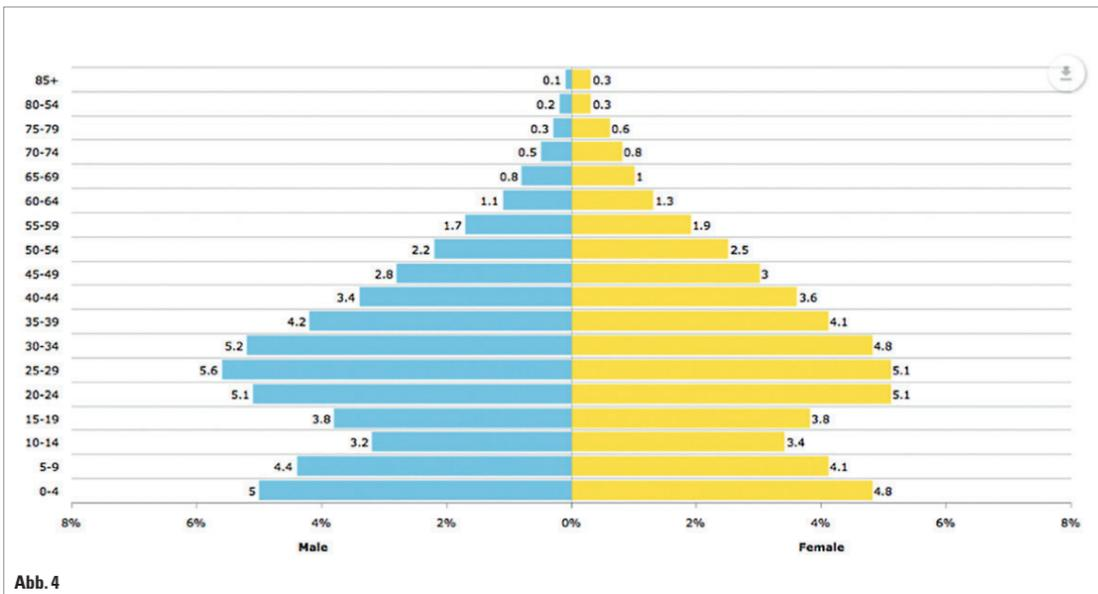

Abb. 4
- Anteil der Patienten nach Alter und Geschlecht (Abb. 4).